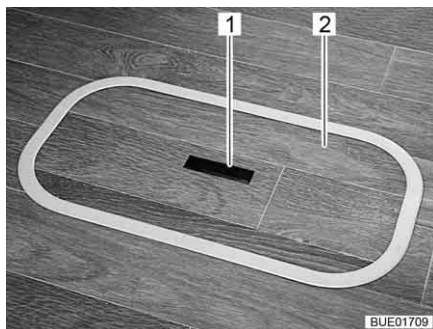
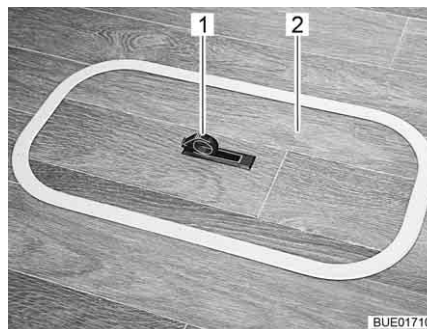

Bild 61 Lock för golvfacket (handtag sänkt)
Bild 62 Lock för golvfacket (handtag utsvängd)
- Tryck nedåt på ena sidan av gripplattan (Bild 61,1). Handtaget (Bild 62,1) svängs upp.
- Ta av locket (Bild 61,2 eller Bild 62,2) uppåt.